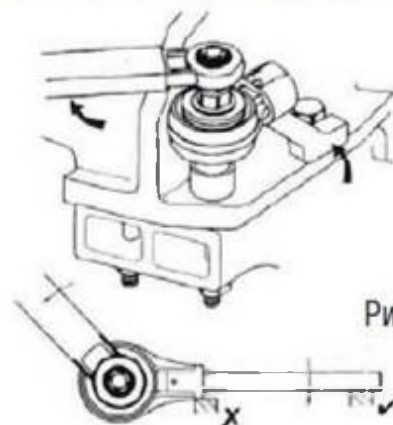

Рис. 4
- Установите мультипликатор на болтовое соединение (см. рис.4)
- Во избежание чрезмерной нагрузки на мультипликатор всегда как можно дальше отводите реакционный упор от входного квадрата под ключ, выбирая максимально отдаленную точку опоры (см. рис.4)